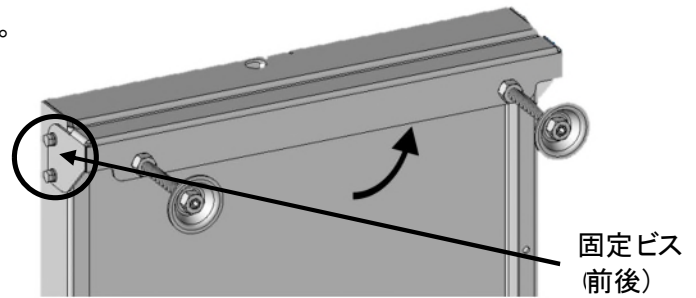

Figure 4-4
- 3) 足を固定ビスで固定してください。(Figure 4-4)